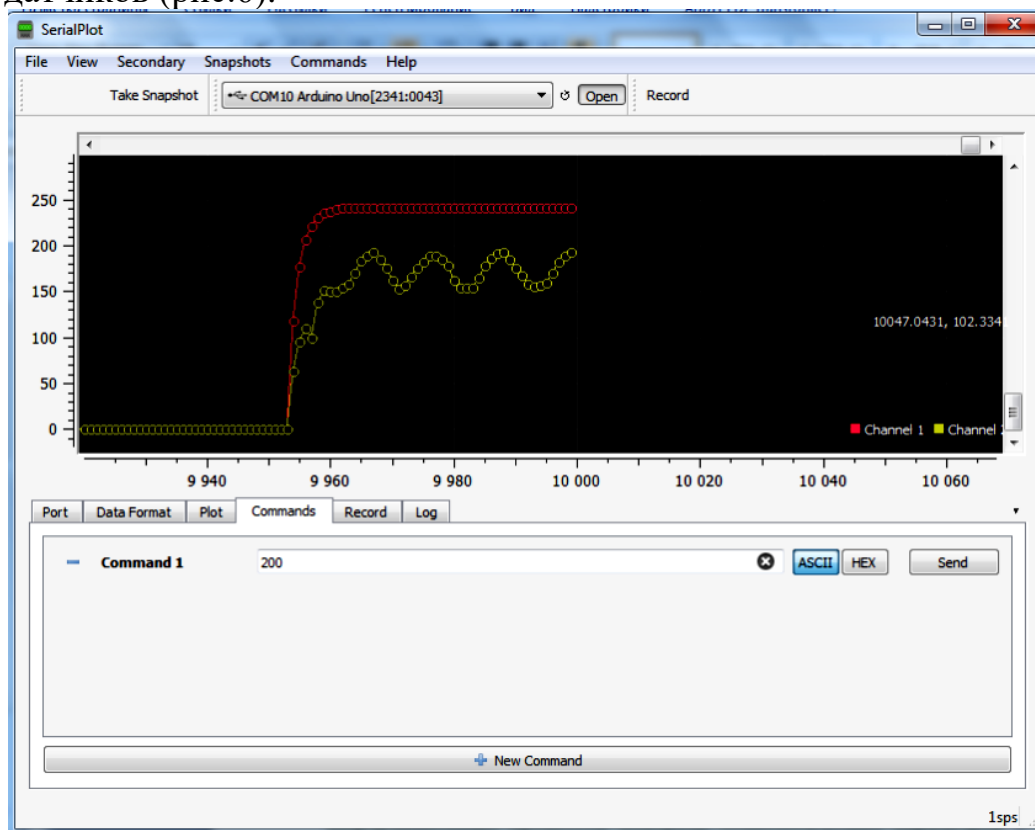

Рис.6. Интерфейс SerialPlot v0.10.0
12. Прodelать операции пунктов 5-8 и наблюдать изменения сигналов с датчиков (рис.6).